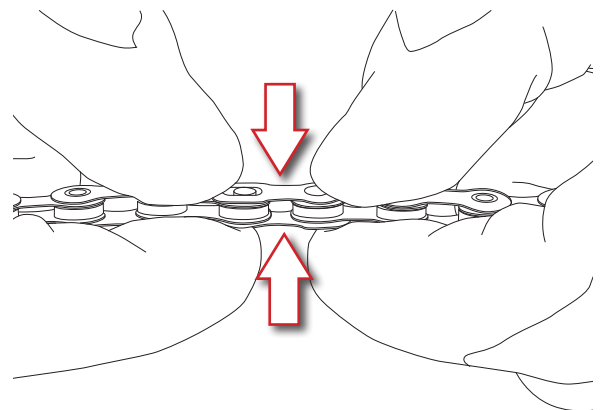

Fig.9
- Premete la C-Link™ per assicurarvi che i perni siano completamente inseriti (Fig. 9).